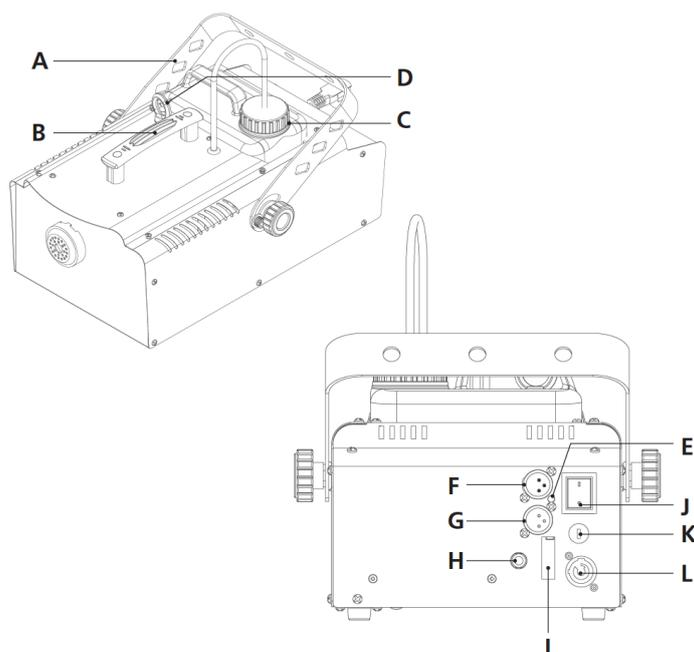

Рисунок 1
5. Надежно подключите контроллер к разъему (С на рис. 1) на задней панели устройства.
1. Надежно подсоедините контроллер дистанционного управления к разъему (рисунок 1-Н) на задней панели устройства.
1. Подключите кабель контроллера DMX 512 к входному разъему (рисунок 1-G) генератора. Убедитесь, что полярность сигнального кабеля верная. Подключите кабель питания.
2. При желании можно подключить еще один генератор: подключите один конец сигнального кабеля к выходному разъему (рисунок 1-F) на задней панели первого генератора, а другой конец сигнального кабеля к входному разъему (рисунок 1-G) на задней панели второго генератора. Повторите процедуру, если необходимо соединить больше устройств. Получится последовательная цепь.